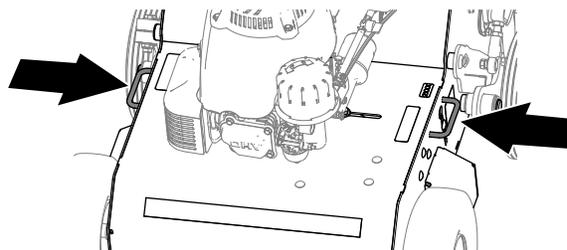

Рисунок 24
7. Закрепите машину на прицепе цепями или стропами, используя скобы для крепления/подъема (Рисунок 24).